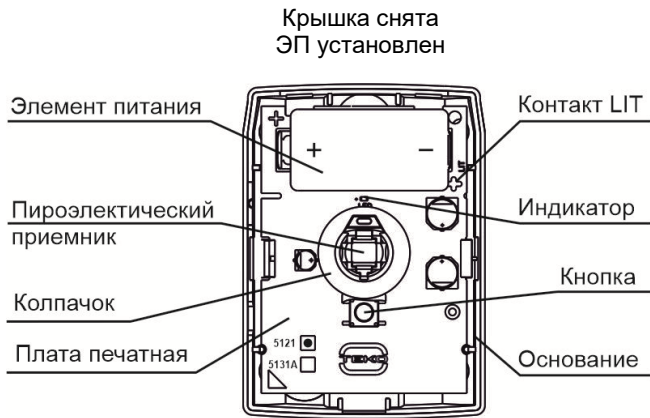

Рисунок 3
- 5.1 Конструктивно извещатель выполнен в виде блока, состоящего из основания и съемной крышки. Внутри блока смонтирована печатная плата с радиоэлементами (рисунок 3).